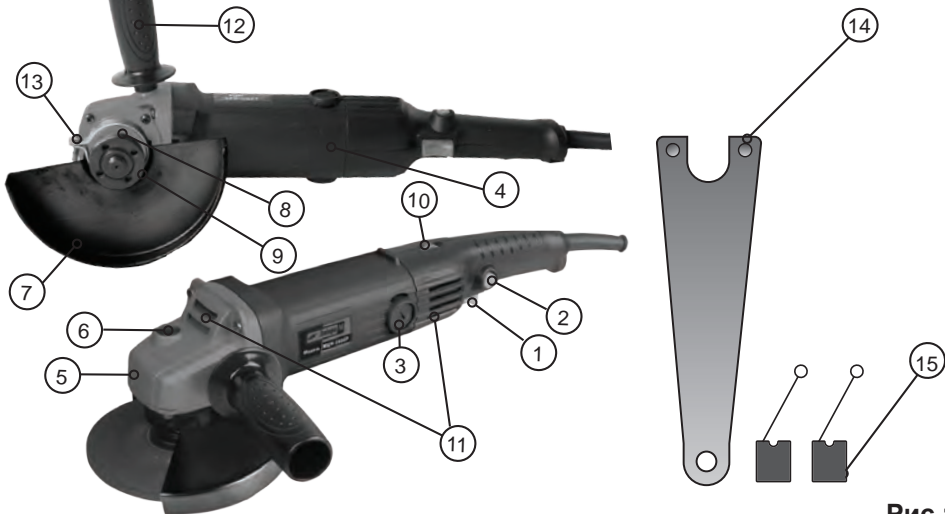

Рис.1
- натисніть на кнопку блокування валу 6 (див. рис.1) для того, щоб заблокувати обертання шпинделя під час встановлення або зняття приладдя.
Встановіть додаткову рукоятку 12 (см. рис.1) в зручне для роботи положення і зафіксуйте, обертаючи її ручку за годинниковою стрілкою.
1. Послабте один з гвинтів 13 (див.рис.1), який здійснює притискання захисного кожуха 7 до КШМ.
1. Розмістіть внутрішній фланець 8 (див. рис.1) на валу шпинделя обгумованим боком до себе.